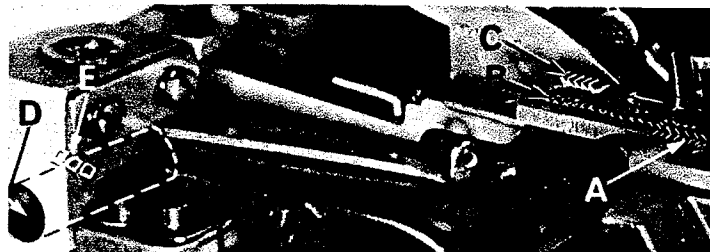

Fig. 12
Jetzt werden Differential-(vorderen) Transporteur (A, Fig. 12) Haupttransporteur (B) (hinteren) und der Kettentransporteur (C) eingebaut. Stelle bei den Klassen 39500 QA, RS, TE und TD alle drei Transporteure (A, B, C, Fig. 12) so ein, daß ihre Oberflächen in einer Ebene liegen. Das kann durch Auflegen eines Lineals über die Zähne überprüft werden. Es müssen die Transporteure durch Drehen der exzentrischen Achse (D) mit der Oberfläche der Stichplatte in eine Ebene gebracht werden. Die Achse (D) hebt oder senkt das hintere Ende der beiden Transporteurträger zur gleichen Zeit.
Now assemble differential (front) feed dog (A, Fig. 12), if not already in place, main (back) feed dog (B) and chaining feed dog (C). On Styles 39500 QA, RS, TE and TD, set all three feed dogs (A, B, C, Fig. 12) so the top surfaces of teeth all lay in the same plane. This can be checked by sighting across teeth with a straight edge. Now assemble throat plate. Feed dogs should now be leveled with throat plate surface by rotating feed tilting adjusting pin (D). This pin raises or lowers the back end of both feed bars at the same time.